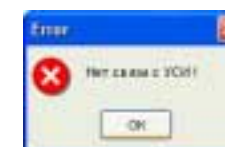

Рисунок 4
3.6 В случае, если порт ПК выбран неверно, либо отсутствует питание на УСИ-1, появится сообщение НЕТ СВЯЗИ С УСИ! (рисунок 4).